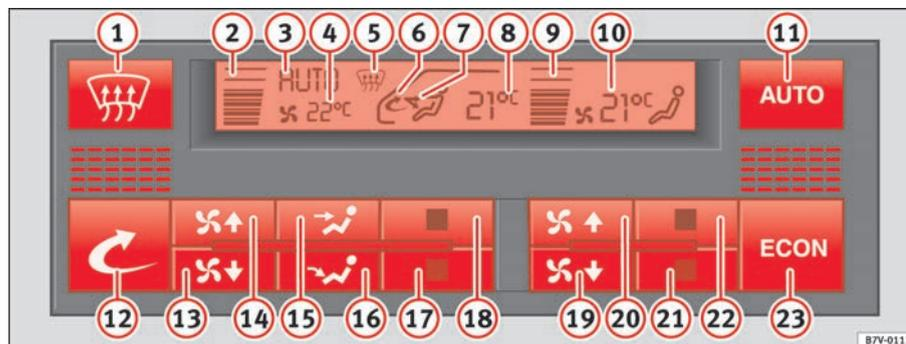

Fig. 118 Dettaglio della plancia: i comandi del Climatronic
- Per attivare o disattivare una funzione bisogna premere il tasto ad essa relativo ⇒ fig. 118.